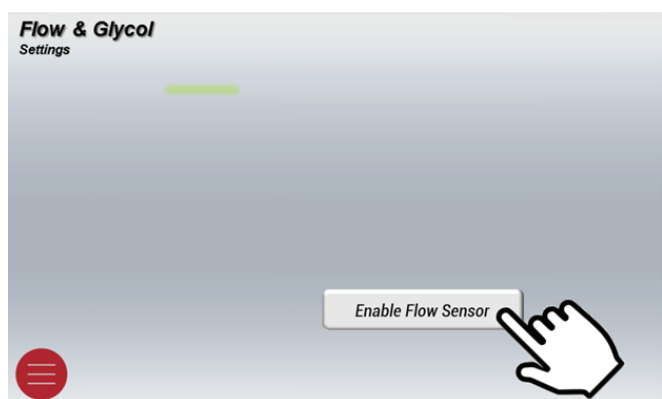

Figure 49. Activer le capteur de flux
- Vous verrez un bouton Activer le capteur de flux, appuyez pour activer. Voir la **Figure 49**.